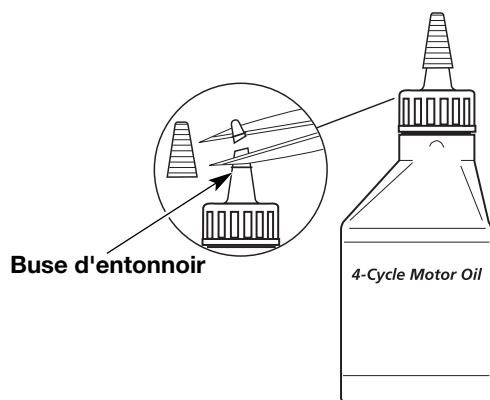

Fig. 6
Votre appareil est livré avec une bouteille d'huile SAE 30 SF, SG, SH de 90 ml (3,04 oz) (Fig. 6).
1. Dévisser le bouchon de la bouteille d'huile et retirez le papier couvrant l'ouverture. Remplacez le bouchon. Coupez la pointe de la buse de l'entonnoir (Fig. 6).